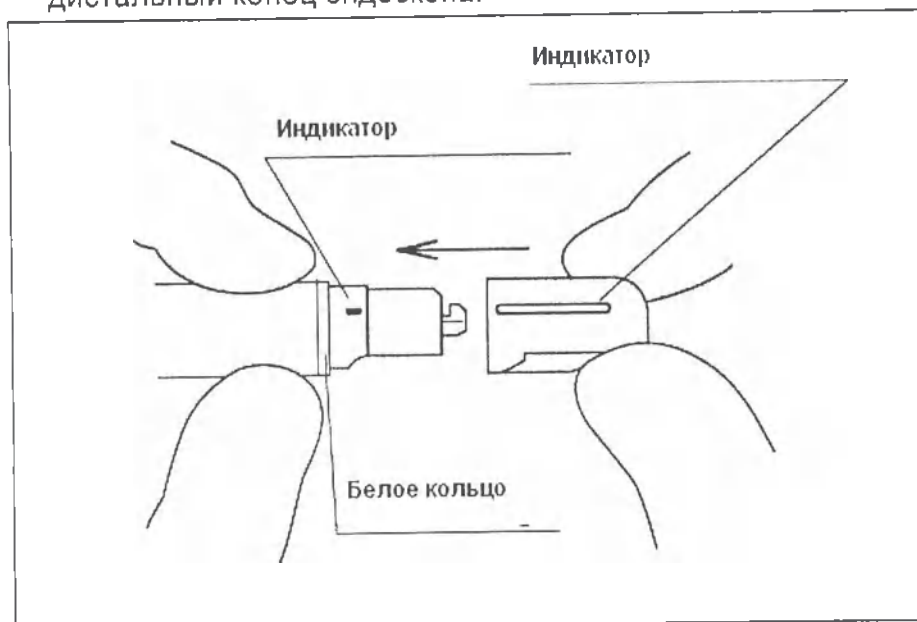

Рисунок 3.16
3. Придерживайте слегка покрытие сгибаемого участка возле дистального конца (смотрите Рисунок 3.16). Держите верхний конец дистальной крышки с металлической вставкой (смотрите Рисунок 3.16). Совместите индикатор на белом кольце с индикатором на дистальной крышке и вставьте дистальную крышку в дистальный конец эндоскопа.